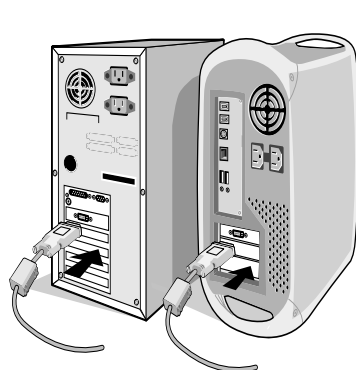

Figura A.1
2. Para PC o Mac con salida digital DVI: Conecte el cable de señal DVI al conector de la tarjeta de visualización de su sistema (**Figura A.1**). Apriete todos los tornillos.